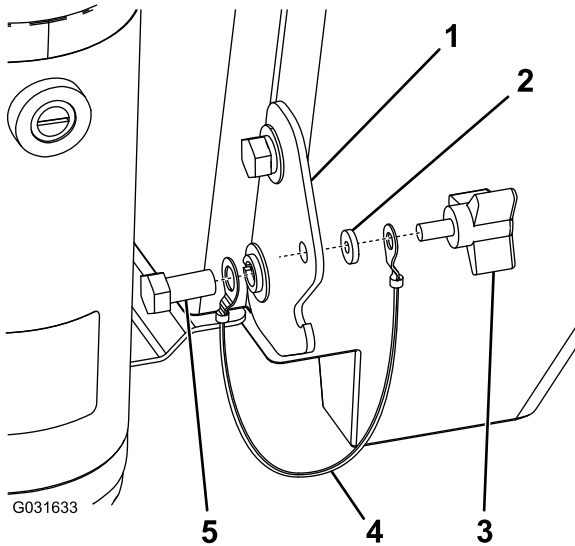

Bild 9
- Befestigen Sie die Halteleine an der unteren Schraube an jedem Füllkastenriegel (Bild 9).
- Befestigen Sie das offene Ende der Halteleine mit einer Gummischeibe an der Rändelschraube (Bild 9).